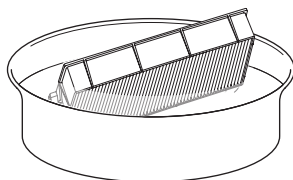

図 1
1) エアフィルターカバーを取り外す (図 1)
1) エアフィルターユニットを洗浄する (図 1)